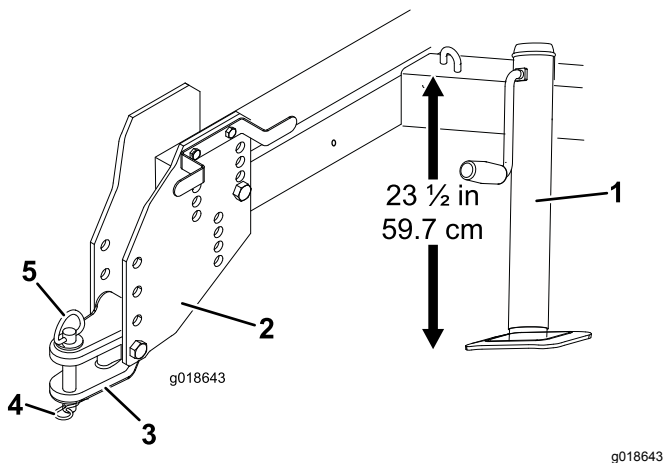

Figure 3
- Réglez le béquille de sorte à obtenir une distance de 59,7 cm entre le haut du cadre et le sol (Figure 3).
- Enlevez les boulons et les contre-écrous qui fixent la flèche d'attelage aux plaques d'attelage (Figure 3).
6. Fixez la flèche d'attelage à l'attelage du groupe de déplacement au moyen de la goupille d'attelage et de la goupille à anneau (Figure 3).